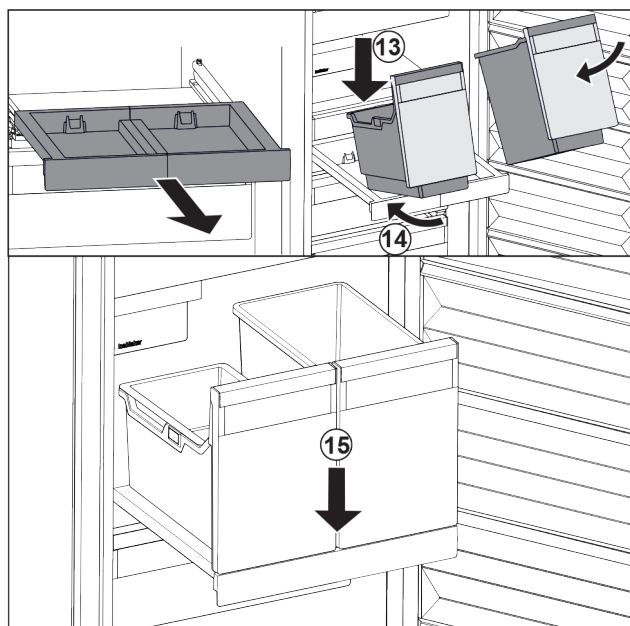

Fig. 197
- ▶ Posodo položite na izvlečno polico v poševnem položaju. Fig. 197 (13)
- ▶ Posodo potisnite v poševnem položaju proti zadnji strani. Fig. 197 (14)
- ▶ Posodo odložite spredaj. Fig. 197 (15)